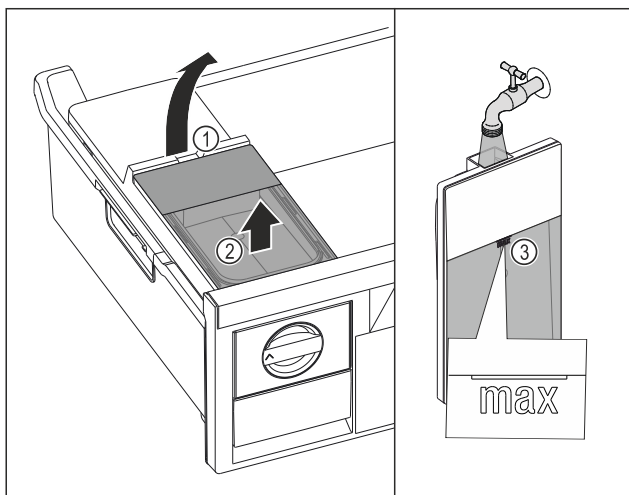

Fig. 80
- ▶ Zvedněte nádržku na vodu za vybrání Fig. 80 (1).
- ▶ Vyjměte nádržku na vodu nahoru. Fig. 80 (2)
- ▶ Naplňte nádržku na vodu pitnou vodou až po značku Fig. 80 (3).